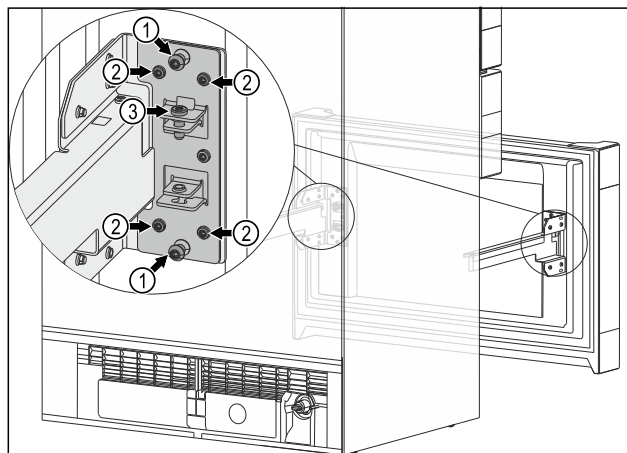

Fig. 14
- ▶ Odstraňte oba středové šrouby Fig. 14 (1).
- ▶ Povolte všechny čtyři šrouby Fig. 14 (2).
- ▶ Vysouvací vozík dosáhl koncové polohy: Utáhněte všechny čtyři šrouby Fig. 14 (2).
- ▶ Středové šrouby Fig. 14 (1) již nepotřebujete.